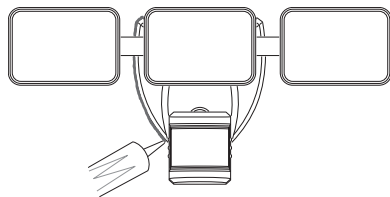

Figure 6
5. Appliquez un scellant d'étanchéité entre la plaque de montage et la surface de montage (voir la Figure 6).